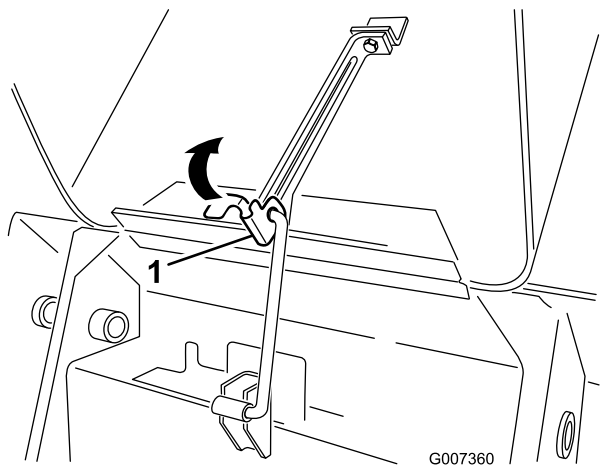

Figura 29
1. Levante la pestaña que sujeta la varilla de soporte (Figura 29)